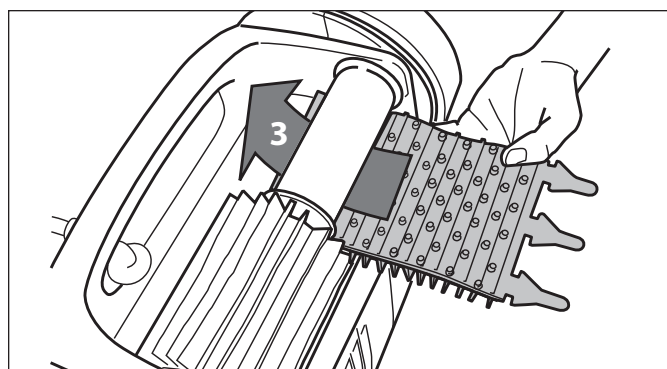

Figura 28. Instale el cepillo nuevo
3. Para instalar un cepillo nuevo, coloque el cepillo nuevo en el rodillo con las puntas hacia afuera (Figura 28).